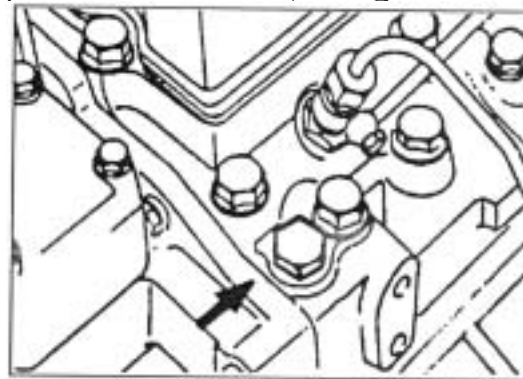

FIG 22
3. Retire o bujão de desaeração, localizado na parte dianteira do cabeçote **Fig. 22**.